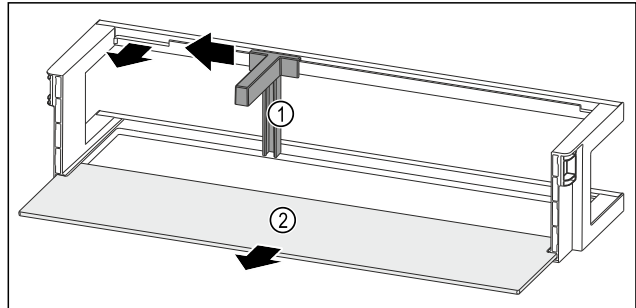

Fig. 138 Ajtópolc palacktartóval és tárolólappal
- ▶ A mélyedésig tolja oldalra a palacktartót Fig. 138 (1).
- ▶ Vegye ki a palacktartót Fig. 138 (1).
- ▶ Vegye ki a tárolólapot Fig. 138 (2).